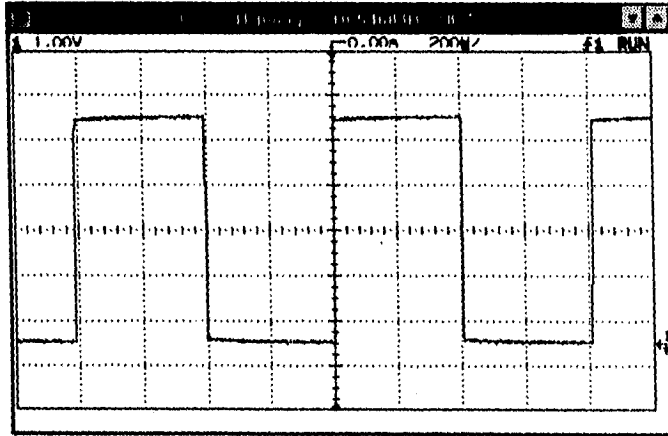

Figura 4.38
2. Presionar el botón de OK para capturar la imagen. La nueva ventana de imagen sin título como la que se muestra en la Figura 4.38 aparecerá, con los datos del osciloscopio desplegados.